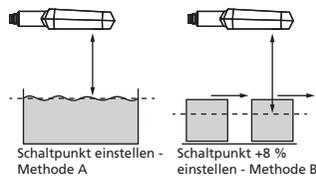

Bild 3: Einstellung des Schaltpunkts bei unterschiedlicher Bewegungsrichtung des Objekts
■ In der Teach-in-Prozedur »Schalt-punkt einstellen – Methode A« lernt der Sensor die tatsächliche Entfernung zum Objekt als Schaltpunkt. Bei einer Bewegung des Objekts auf den Sensor zu, z. B. bei einer Füllstandsmessung, ist so die eingelernte Entfernung das Niveau, bei dem der Sensor schalten soll (vgl. Bild 3).
■ Für die Abtastung von Objekten, die seitlich in das Schallfeld eintreten, sollte die Teach-in-Prozedur »Schalt-punkt +8 % einstellen – Methode B« gewählt werden. Es wird ein um 8 % größerer Schaltpunkt als die tatsächliche Entfernung zum Objekt eingestellt. Dies stellt auch bei geringfügigen Höhenschwankungen der Objekte ein stabiles Schaltverhalten sicher (vgl. Bild 3).